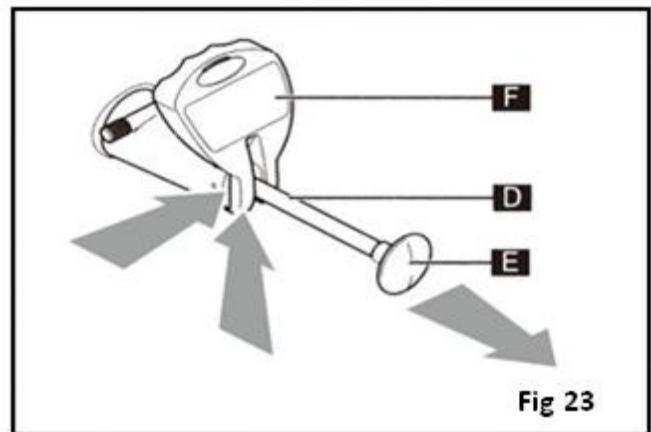

Fig 23
- Tirez sur le levier (D) pour le faire sortir entièrement du bouton (E), puis poussez le levier (F) du bas vers le haut jusqu'à ce qu'il se détache du logement de l'axe (Fig. 23). Dévissez le bouton E en le faisant tourner dans le sens inverse des aiguilles d'une montre, tout en maintenant la tige en place.